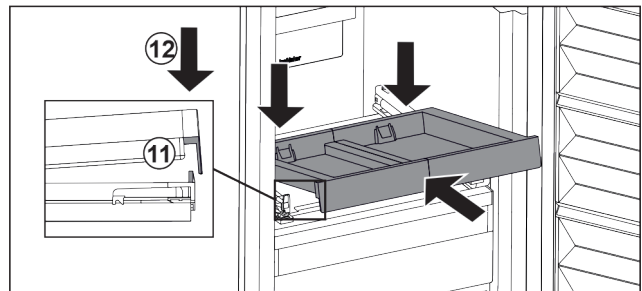

Fig. 100
- Schräg einschieben. Darauf achten, dass auf beiden Seiten der Anschlag hinter der Lasche ist. Fig. 100 (11)
- Auszugsbord vorne absetzen. Fig. 100 (12)